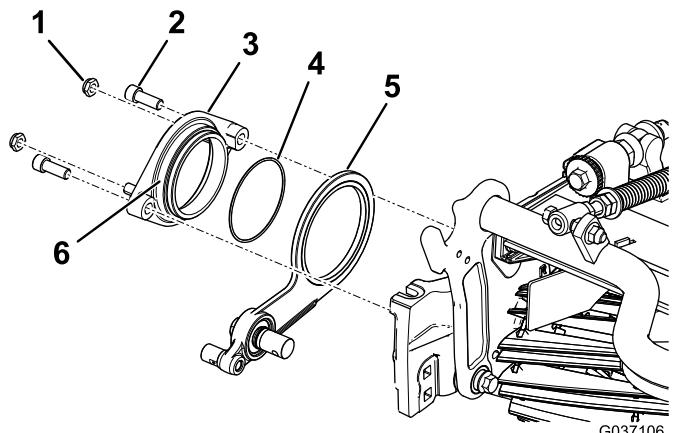

Figure 8
3. Appliquez du produit antigrippant sur le diamètre extérieur du moyeu de pivot (Figure 8).
4. Fixez le moyeu de pivot sur le cylindre, par dessus l'ensemble de tension, à l'aide de 2 boulons à tête creuse hexagonale (Figure 8).
5. Serrez légèrement les 2 contre-écrous sur le moyeu de pivot (Figure 8).